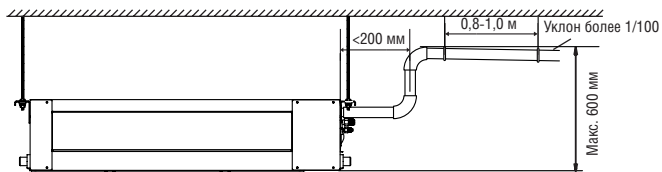

Рис. 8-2
- Если выход дренажного отверстия находится выше, чем выходное отверстие насоса внутреннего блока, то дренажную трубу необходимо проложить вертикально при помощи комплекта труб для вертикальной прокладки. Дренажная труба должна находиться от поверхности поддона для оттайки на высоте, не превышающей 600 мм, в противном случае обратный отток при выключении будет слишком большим, что приведет к переливу (см. рис. 8-2). (Доступно только для блока с насосом).